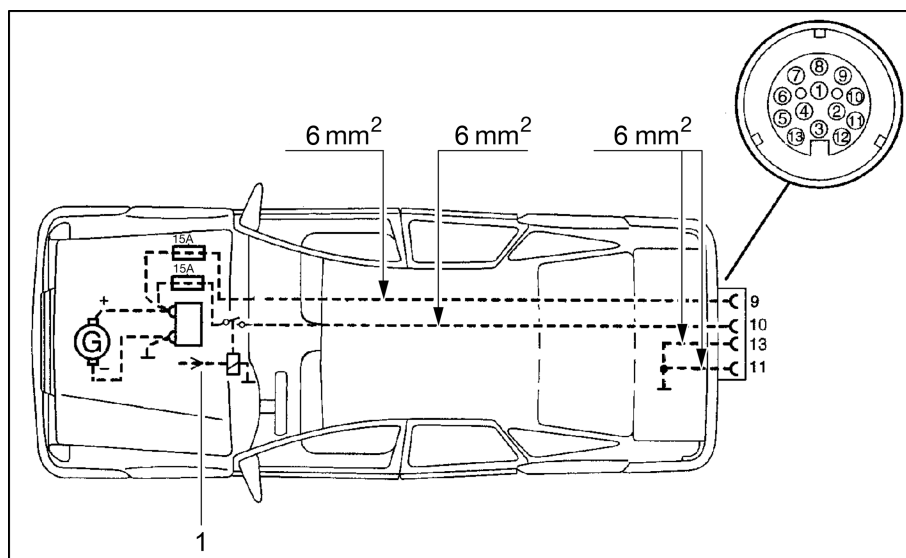

Fig. 99 Installation du véhicule tracteur
- ▷ Equiper le véhicule tracteur avec les sections de câble correspondantes et un relais pour l'alimentation électrique (commandée via l'allumage) (voir Fig. 99).